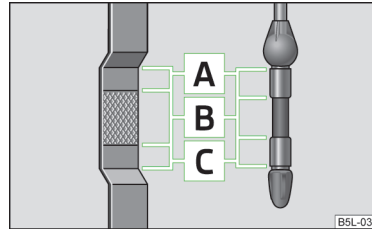

Abb. 136
- Liegt der Ölstand oberhalb des Bereichs **A** » Abb. 136 auf Seite 154, nicht weiterfahren! Den Motor abstellen und die Hilfe eines Fachbetriebs in Anspruch nehmen.
Der Ölmesstab zeigt den Motorölstand an » Abb. 136.
Der Ölstand darf keinesfalls oberhalb des Bereichs **A** » Abb. 136 liegen - es besteht die Beschädigungsgefahr der Abgasanlage!